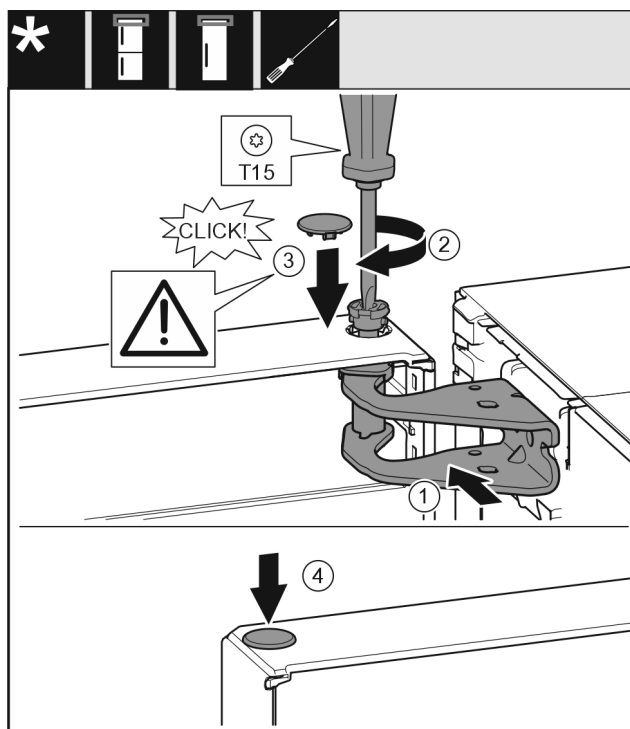

Fig. 26
- Umetnite svornjak Fig. 26 (2) i pritegnite ga odvijačem.
- Montirajte sigurnosni pokrov Fig. 26 (3) radi osiguravanja vrata: Umetnite sigurnosni poklopac i provjerite naliježe li na vrata. U suprotnom potpuno umetnite svornjake.
- Umetnite čep Fig. 26 (4).